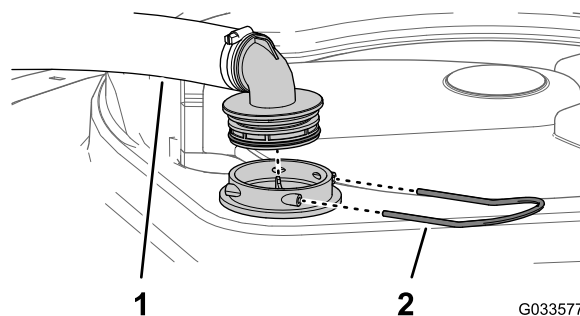

Figura 58
2. La partea de sus a rezervorului de pulverizare, îndepărtați opritorul care fixează racordul de furtun atașat la furtunul mare de la carcasa filtrului (Figura 58).
3. Îndepărtați furtunul și racordul pentru furtun de la carcasa filtrului (Figura 58).